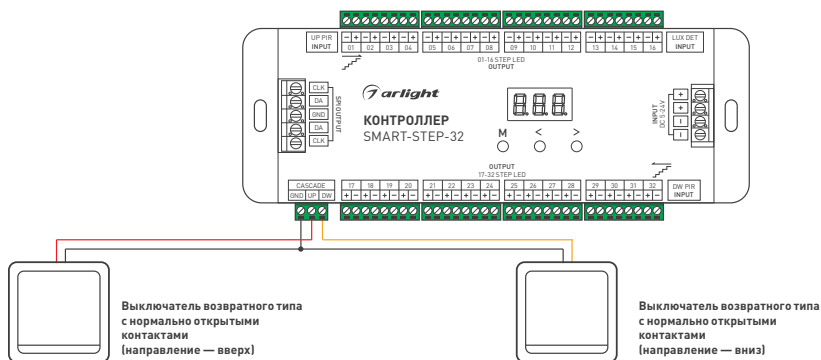

Рис. 5. Схема подключения выключателей возвратного типа (кнопки) к контроллеру
3.7. Подключение внешнего выключателя возвратного типа с нормально открытыми контактами к контроллеру — рис. 5.